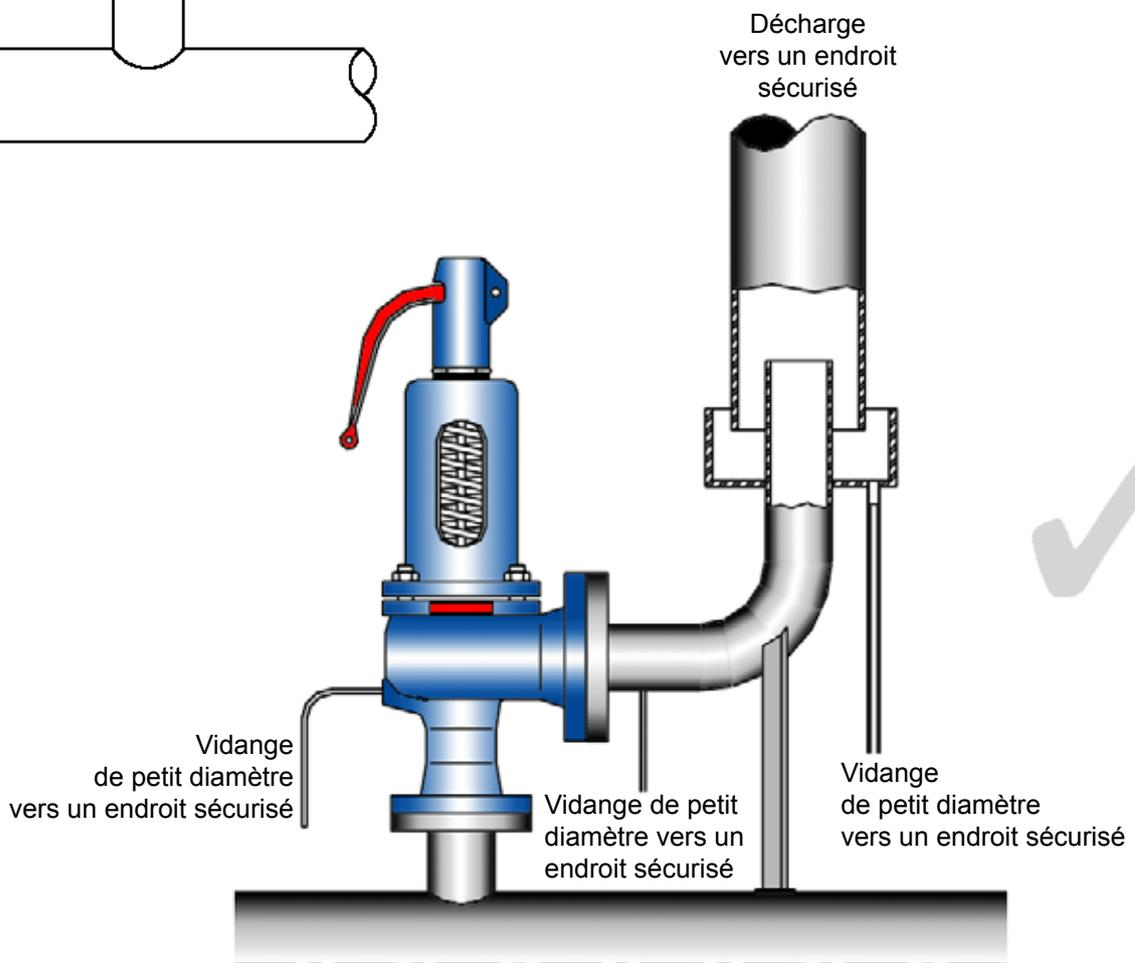

Fig. 5
- 6.8** Lorsque la tuyauterie d'échappement est dirigée vers le haut (par exemple : sur la vapeur), la ligne de décharge doit être munie d'une vidange de petit diamètre en point bas (Fig. 5). Cette ligne de décharge doit être dirigée vers un endroit sécurisé.